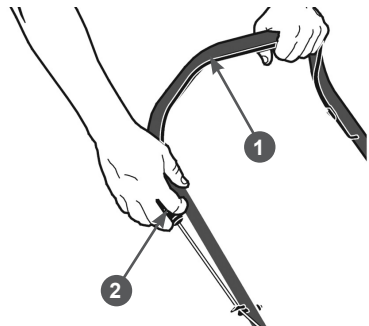

Рис. 15 Запуск двигателя
4. Встаньте позади газонокосилки.левой рукой нажмите на рычаг 1 остановки двигателя и удерживайте его, а правой рукой возьмите ручку 2 стартера (Рис. 15).